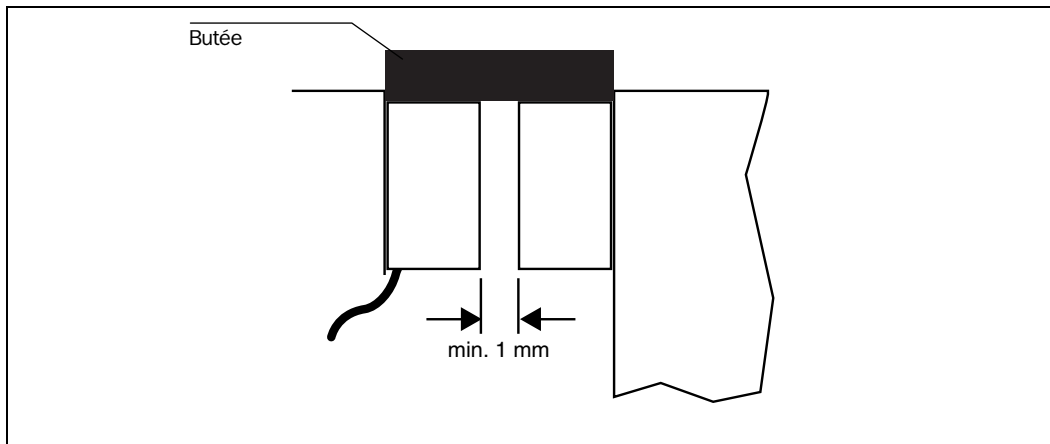

Fig. 2: Exemple de montage du capteur et de son actionneur
- Monter le capteur et l'actionneur de sorte qu'ils ne se touchent pas : Protecteur fermé, la distance minimale des faces en regard est de 1 mm (Fig. 2).
- Poser la butée d'arrêt de la partie mobile du protecteur (fig.2).